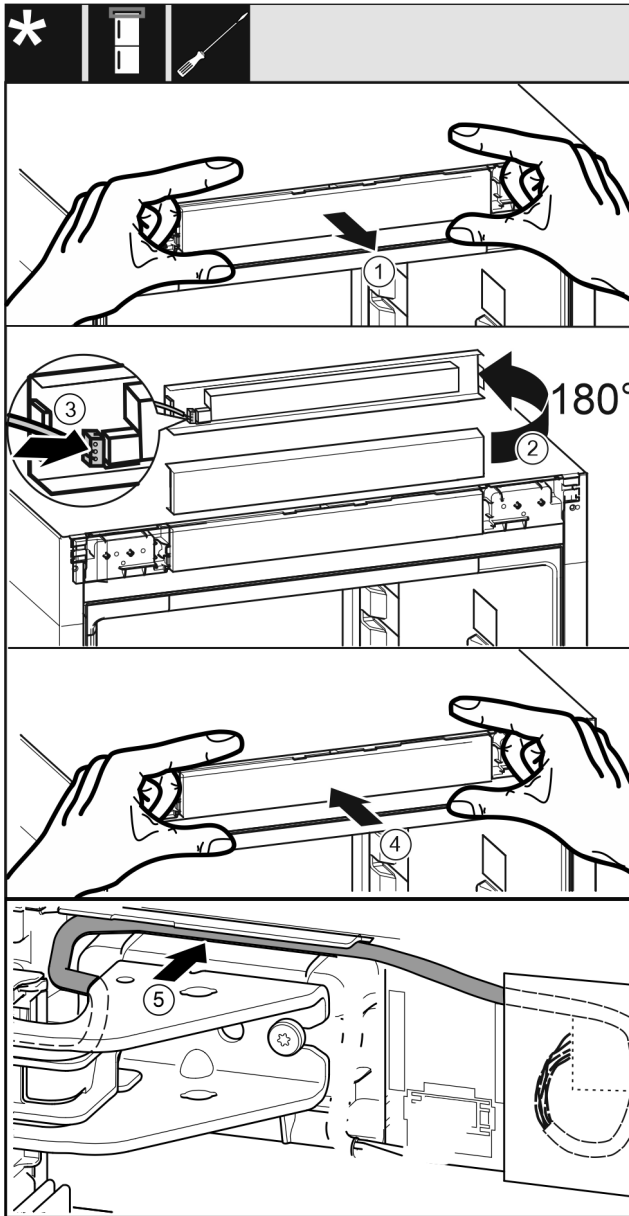

Fig. 43
- ▶ Oprezno izvucite masku za rukovanje. Fig. 43 (1)
- ▶ Okrenite masku za 180° prema gore. Fig. 43 (2)
- ▶ Uglavite utikač na masku s upravljačkim dijelom. Fig. 43 (3)
- ▶ Masku za rukovanje ponovo uglavite na uređaju. Fig. 43 (4)
- ▶ Oprezno položite sivi kabel u vodilicu iznad gornjeg podloška ležaja. Fig. 43 (5)